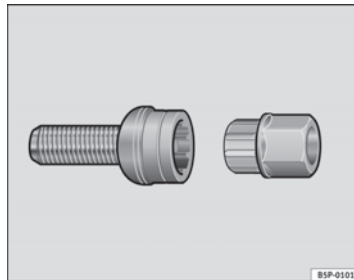

Fig. 196 Tornillo antirrobo de la rueda
- Coloque el adaptador hasta el tope en el tornillo antirrobo de la rueda ⇒ fig. 196.